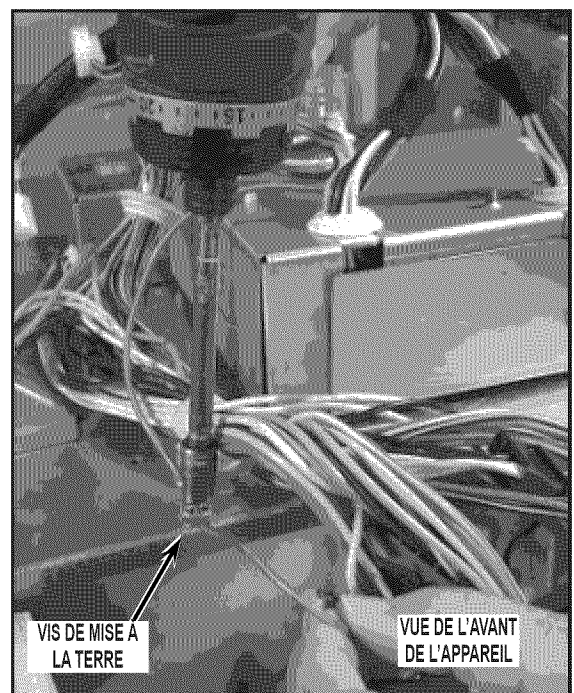

FIGURE 11
13. Rétablir la mise à la terre avec le module HT, le système relié à la terre dans la caisse comme illustré sur la *Figure 11*.